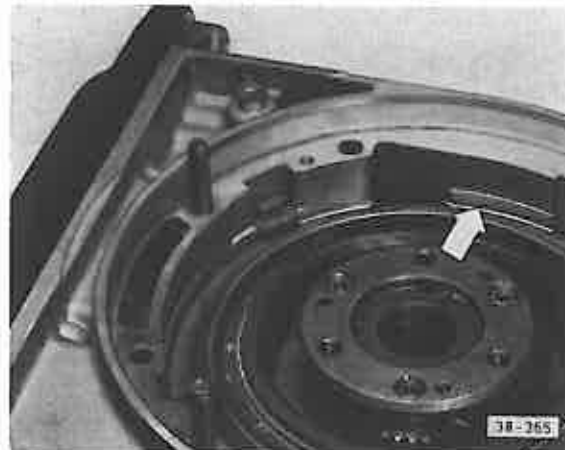

Fig. 16 Mise en place de la roue libre préassemblée et mise en place de la pièce de retenue dans la gorge
- Repose – fig. 16
- Modification – fig. 16, 17